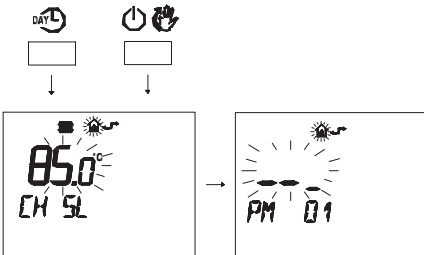

Figura 5.48
- Premere contemporaneamente i pulsanti **DAY** e **ON/OFF** per entrare nella programmazione trasparente (Figura 5.48).